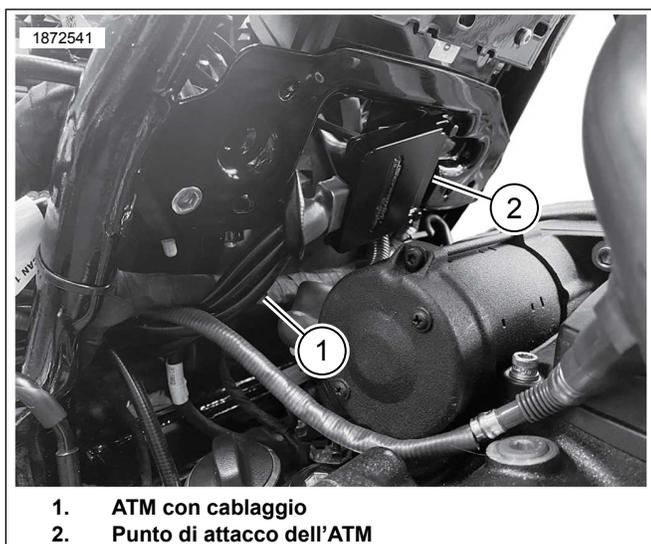

Figura 5. Punto di attacco dell'ATM
11. Vedere Figura 3 e Figura 5. Installare l'ATM (1) sulla parete esterna dell'area della batteria, dietro il cilindro posteriore con i cavi rivolti verso il lato destro del veicolo.
13. Vedere Figura 5 Installare ATM.
- c. Rimuovere il rivestimento dal retro adesivo del nastro a doppia chiusura e installare l'ATM (1) all'esterno dell'area del vano batteria, dietro il cilindro posteriore.
- a. Vedere Figura 4 e Figura 5. Per eliminare l'eccessivo allentamento del cablaggio, instradare il cablaggio del sensore dell'ossigeno posteriore nell'area della copertura laterale lungo lo stesso percorso degli altri connettori.